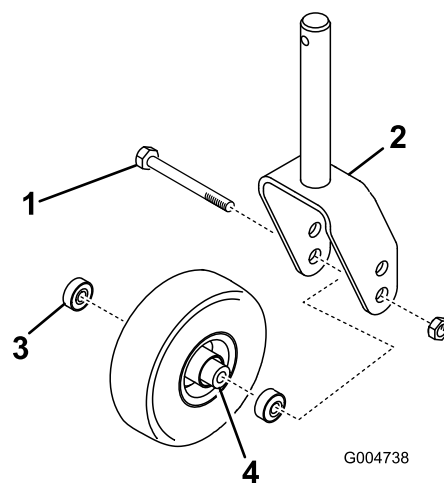
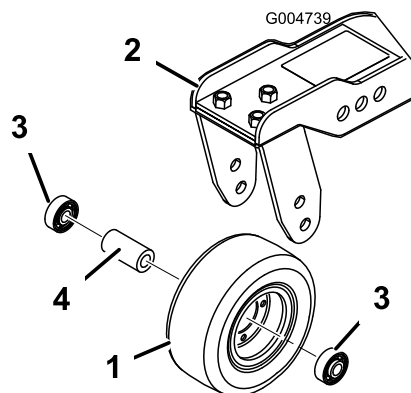

Figura 111
Figura 112
1. Retire la contratuerca del perno que sujeta el conjunto de la rueda giratoria entre la horquilla (Figura 111) o al brazo de pivote (Figura 112).
2. Retire el cojinete de la rueda y deje que se caiga el suplemento del cojinete (Figura 111 y Figura 112).